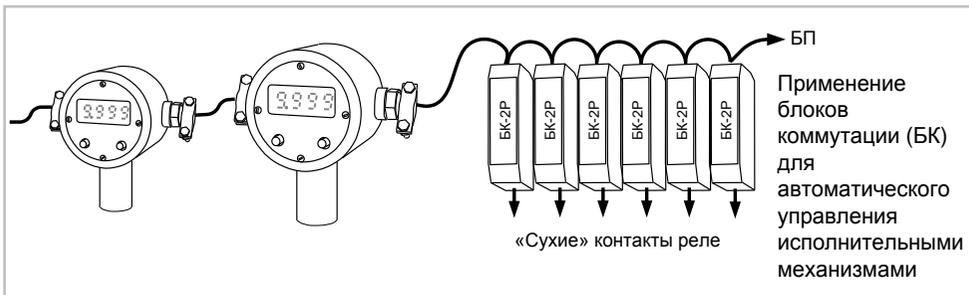

Рис. 8
6.3.5 Для автоматического управления исполнительными механизмами применяются блоки БК из состава системы «СЕНС (рис. 8). Каждое реле блока БК может быть настроено на критические уровни одного или нескольких преобразователей.